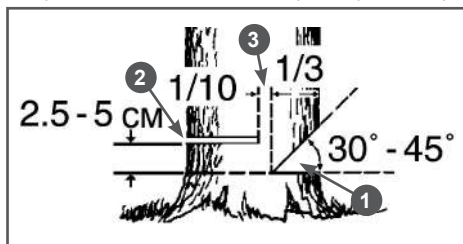

Рис. 12 Расположение запила, пропила и недопила
- Начните пилить с той стороны дерева, куда оно должно упасть (Рис. 12). Сделайте запил 1 с той стороны, куда должно упасть дерево, глубиной примерно 1/3 диаметра ствола и под углом от 30 до 45 градусов (Рис. 12).
Ни в коем случае не допиливать до конца недопил 3 (Рис. 12), так как при этом невозможно контролировать направление падения дерева.
- Сделайте основной валочный пропил 2 с противоположной стороны, выше основания запила на 2,5-5 см. Между основным пропилом и запилом должно оставаться недопил 3 примерно 1/10 диаметра ствола. Вставьте своевременно клин в пропил. Недопил 3 действует как шарнир и позволяет контролировать падение дерева (Рис. 12).